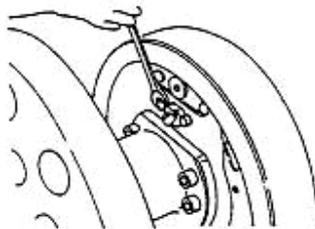

figure 2-20
(5) Démontez le tube de frein de la pompe de frein entraînée, puis démontez les boulons d'assemblage sur la pompe de frein auxiliaire. Ensuite, démontez la pompe de frein auxiliaire de la carte mère du dispositif de freinage. Voir figure 2-20.